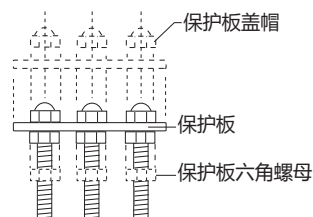

图13
- J.** 取下盖帽螺母，取出安装工具。小心不要损坏电缆。更换保护板和盖帽螺母。（图13）